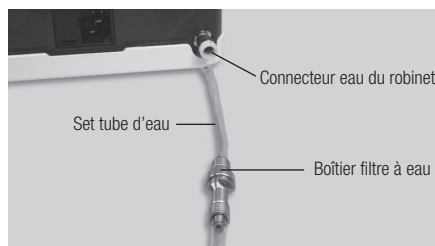

Fig.6
- 2) Connectez le côté du filtre du tube d'eau profondément dans le connecteur d'eau du robinet sur le boîtier de contrôle (Fig. 6).